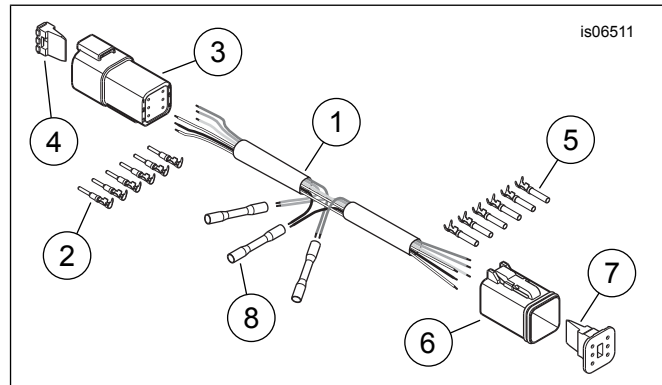

Figura 1. Peças de reposição, chicote de fios de conexão elétrica
Veja Figura 1 e Tabela 1.
5. Veja Figura 1. Corte os fios do acessório (ou acessórios) até um comprimento adequado para alcançar facilmente os conectores de emenda selada (8) no chicote de fios de conexão elétrica.